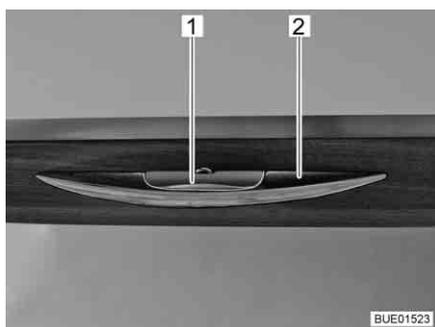

Fig. 46 Porte de placard avec poignée de déverrouillage
- Enfoncer la poignée de déverrouillage (Fig. 46,1) et la maintenir enfoncée.
- Tirer sur la poignée (Fig. 46,2) jusqu'à ce que la porte de placard s'ouvre.